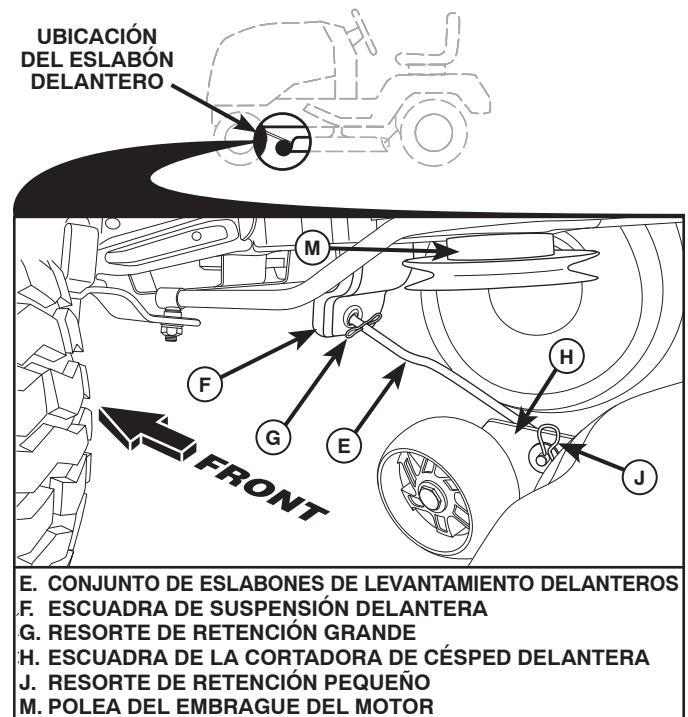

Fig. 14
8. INSTALE EL ESLABÓN DELANTERO (E) (Vea Fig. 14)
- Desde la parte delantera del tractor, inserte el extremo de varilla del eslabón delantero (E) a través del agujero de suspensión delantera del tractor (F).
- Muévase hasta el lado izquierdo de la cortadora e inserte un resorte de retención grande (G) a través del agujero del eslabón delantero (E) detrás de la escuadra de suspensión delantera (F).
- Inserte el otro extremo del eslabón (E) en el agujero de la escuadra derecha de la cortadora de césped (H) y asegure con una arandela y un resorte de retención pequeño (J).